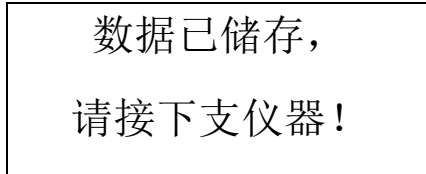

图 8 数据存储的指示信息
- 3) 记录当前读数, 如需手动存储当前读数, 则按“”键, 此时当前读数存入读数仪 00-01-01 位置, 读数存储后, 显示器将在瞬间显示图 8 所示信息: